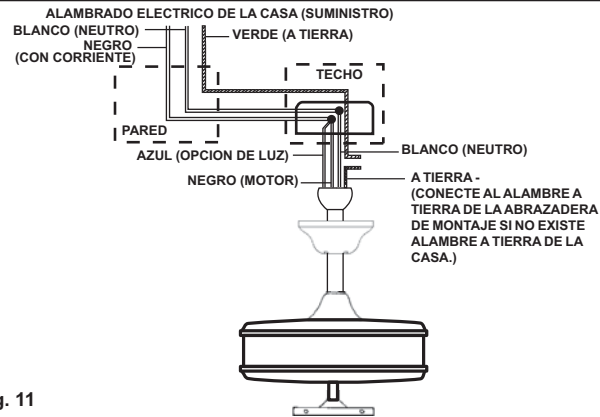

Fig. 11
Paso 1. Conecte el Alambre Negro (corriente) de la caja de distribución a los alambres negro y azul del ventilador. Conecte el alambre Blanco (neutral) de la caja de distribución con el alambre blanco del ventilador (Fig. 11).